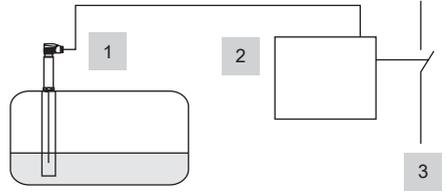

图7.
- 图7. 由1个液位探头LP40和1个液位开关LCS3050组成的组合设备作为液位限制器。液位开关开启两个独立的安全回路。功能安全符合IEC 61508，SIL 3。